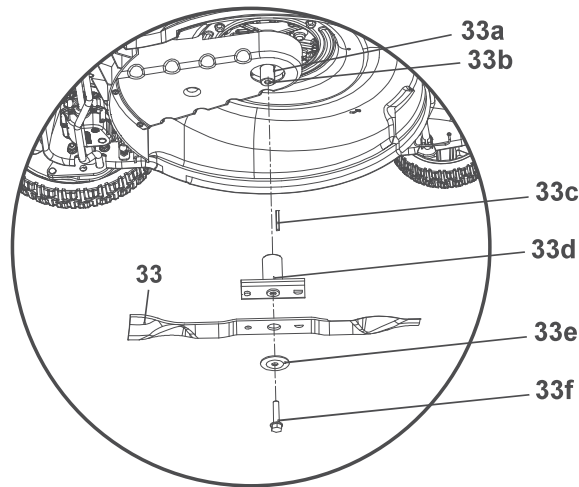

Fig. 28
1. Mantenga la parte inferior y el dispositivo de corte (33) limpios y libres de suciedad. Retire los recortes del canal de descarga trasero (32).
2. Compruebe que todas las tuercas y pernos están apretados periódicamente antes de la operación. Tras un uso prolongado, especialmente en suelos arenosos, el dispositivo de corte (33) se habrá desgastado y habrá perdido en parte su forma original. La eficacia de corte se reducirá y el dispositivo de corte deberá ser reemplazado.
3. Mantenga el dispositivo de corte (33) afilado para garantizar un buen rendimiento de corte. Sustituya un dispositivo de corte desgastado o dañado por uno nuevo del mismo tipo o haga que lo afile un especialista cualificado.
4. Si no es posible elevar el producto con un gato, inclínelo hacia la derecha de modo que el lado del tapón del depósito de combustible (10) quede hacia arriba. Esto ayuda a evitar fugas de combustible y dificulta el arranque debido a la inundación del carburador (16).
5. Afloje el perno de cabeza hexagonal (33f) hacia la izquierda con una llave adecuada (tamaño 17 mm) y retírelo, junto con la arandela (33e), el dispositivo de corte (33), el portacuchillas (33d) y el pasador (33c), del eje (33b) (Fig. 28).
6. Sustituya el dispositivo de corte (33) por uno nuevo del mismo tipo. Deslice el pasador (33c) en la ranura del eje (33b) y, a continuación, vuelva a colocar el portacuchillas (33d); asegúrese de que el portacuchillas (33d) pase a través de la espiga (33a) y el pasador (33c) hasta el extremo del eje (33b). Compruebe el estado de la brida en el portacuchillas (33d) y, a continuación, acople el dispositivo de corte (33) correctamente y fíjelo con la arandela (33e) y el perno de cabeza hexagonal (33f). Apriete el perno de cabeza hexagonal hacia la derecha con 45-60 N m para garantizar un funcionamiento seguro de su producto (Fig. 28).